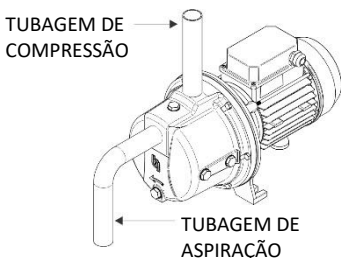

Fig.1
- A tubagem de aspiração (Fig.1) deve ter um diâmetro igual ou superior ao orifício de entrada da bomba, conservando uma inclinação ascendente de pelo menos 2%, para facilitar a purga.
- Procure que a tubagem de compressão (Fig. 1) tenha um diâmetro igual ou superior ao orifício de saída da bomba.